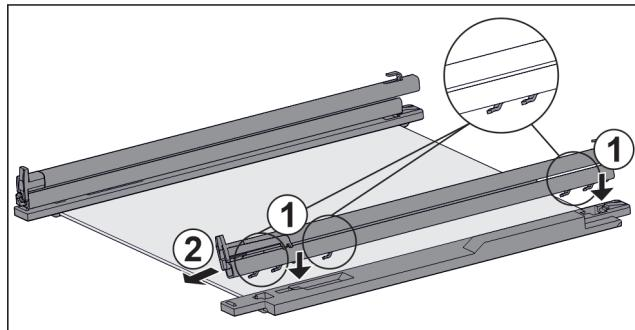

Fig. 57 Стеклянная пластина с направляющими и крепежными элементами
- ▶ Поместите крючки направляющей в отверстия **левого** крепежного элемента. Fig. 57 (1)
- ▶ Потяните направляющую вперед. Fig. 57 (2)
- ▶ Поместите крючки направляющей в отверстия **правого** крепежного элемента. Fig. 57 (1)